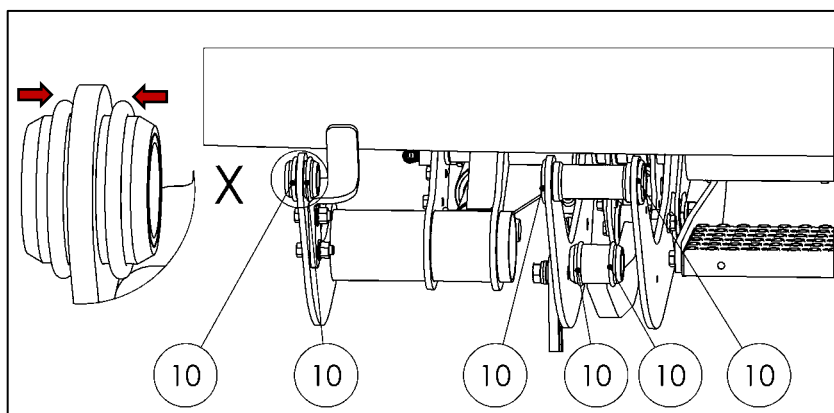

Abbildung 62
- 6 x O-Ringe Beipack-Stückliste Pos. Nr. 10 über die Stahl-Buchsen aufziehen (siehe Abbildung 62).